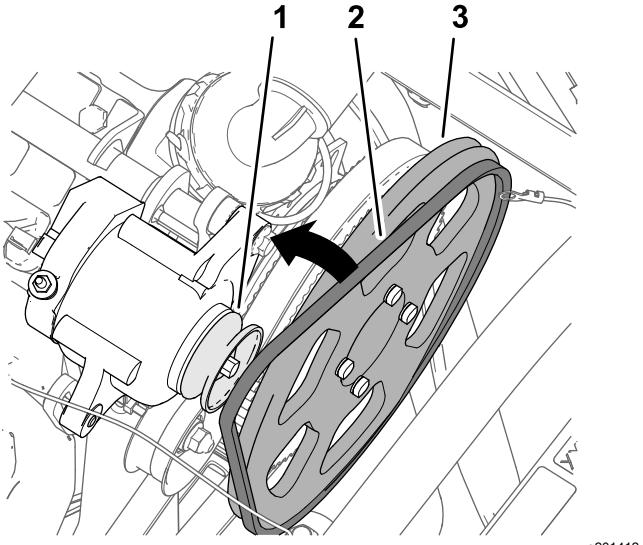

图185
3. 将 V 形带组装到驱动皮带轮 279mm 和交流发电机的皮带轮上 图185。